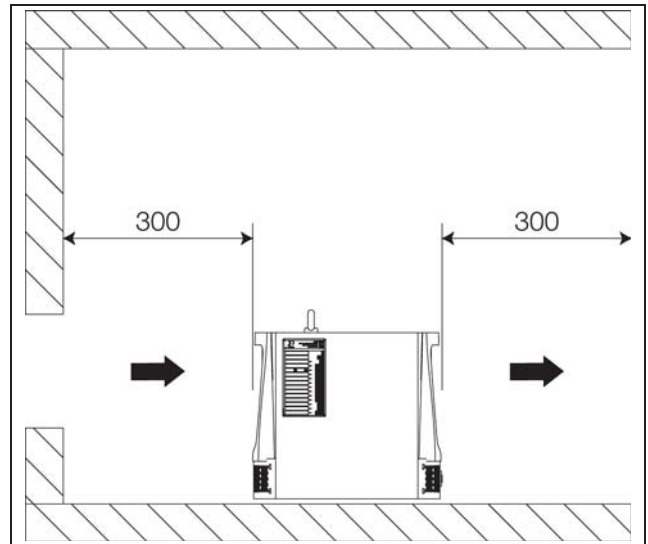
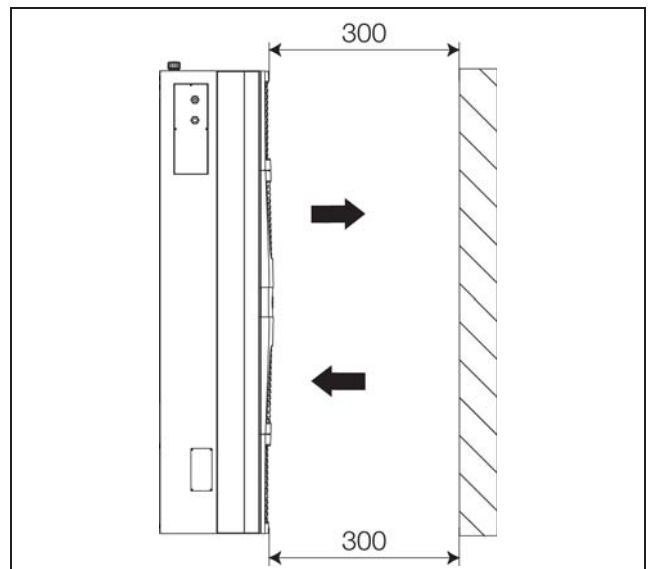

Abb. 38: Mindestabstände
Abb. 39: Mindestabstände
- Um Wartungs- und Reparaturmaßnahmen zu erleichtern, sollten die unter Abb. 38 bzw. Abb. 39 angegebenen Mindestabstände eingehalten werden.
- Um einen „Luftkurzschluss“ (Vermischung von Zu- und Abluft) zu vermeiden und die volle Kälteleistung zu gewährleisten, müssen die unter Abb. 38 bzw. Abb. 39 angegebenen Abstände eingehalten werden.